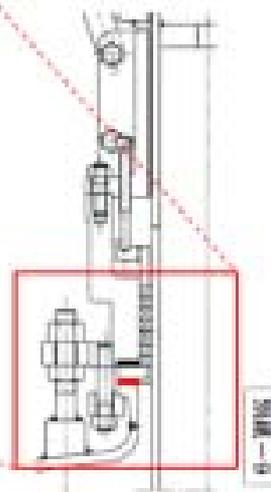

図4 漏えい箇所
<p>事故の概要</p> <p>このプラントは、2015年6月21日から8月8日まで、定修工事を実施した。定修工事において、1回/2年実施している混合槽D-2301の開放清掃、及び点検を行った。漏えい箇所のバッフルホルダー一部は清掃・整備し、消耗品のグランドパッキン及びガスケットを新品に交換後、復旧した。8月9日から生産を開始したが、8月9日生産以降、D-2301温度・圧力等の異常はなかった。</p> <p>今回、定置式可燃性ガス検知器が作動し、現場を確認したところ、D-2301の上部より、イソヘキサンとメタノールの混合ガスの漏えいを発見した。(図4参照)事故の概要を時系列で示す。尚、防災組織及び監督官庁等の出入り等は省略する。</p> <ol style="list-style-type: none"> <li>①7月21日(火) D-2301復旧、ガスケットの締付け実施</li> <li>②7月27日(月) 高圧ガス設備の窒素による気密検査を実施し合格</li> <li>③8月09日(日) 定修後、生産開始</li> <li>④8月12日(水) 8時00分頃 D-2301周辺のパトロールで異常なしを確認</li> <li>⑤13時58分 定置式可燃性ガス検知器作動</li> <li>⑥14時00分 D-2301よりヘキサンガス漏えいを確認</li> <li>⑦14時10分 社内119通報、自衛防災班出動要請</li> <li>⑧14時11分 ESD操作実施、D-2301の入出CV閉止によるブロック完了</li> <li>⑨14時13分 ホットライン通報、一部動員発令</li> <li>⑩14時22分 関係官庁、近隣各社連絡、共同防災要請</li> <li>⑪15時14分 D-2301への放水開始</li> <li>⑫15時42分 D-2301脱圧弁を開け、N2ページ開始</li> <li>⑬18時13分 D-2301内製品溶液をD-2302へ移液開始 (翌8月13日(木) 02時22分、完了)</li> <li>⑭02時24分 公設消防より指揮権委譲</li> <li>⑮02時47分 D-2301漏えい部におけるガス検0%を確認 D-2301は、8月14日(金)の本体スチーミング実施まで、窒素ページを継続し、漏えい部におけるガス検0%を30分毎に確認した。</li> </ol>